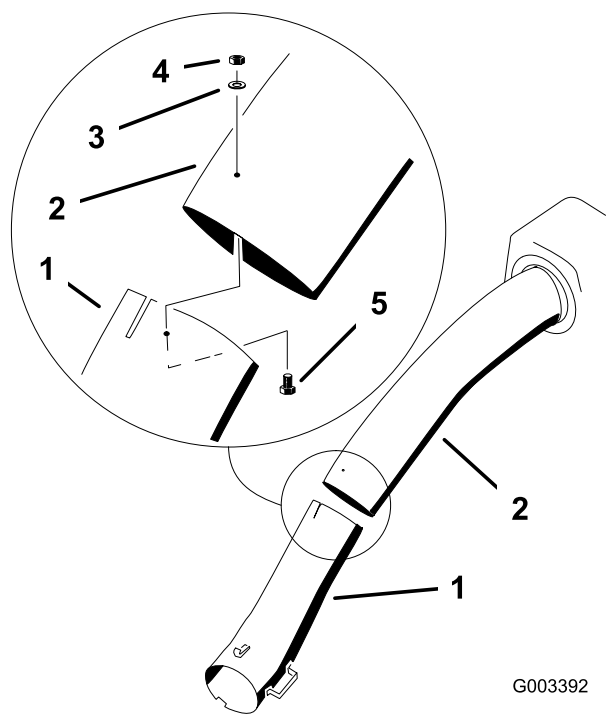

Figura 30
14. Unite i tubi superiore e inferiore con 3 bulloni (n. 10 x 3/4"), 3 rondelle piane (7/32") e 3 dadi di bloccaggio (n. 10) come illustrato in Figura 30.